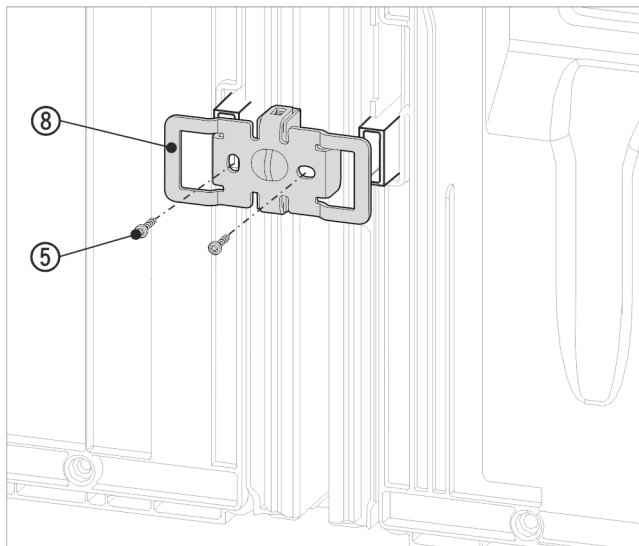

Fig. 18 Representación a modo de ejemplo
- Vuelva a deslizar la escuadra Fig. 18 (8) introduciendo las entalladuras en el alojamiento de los distanciadores de pared.
- Atorníllela firmemente con los 2 tornillos Fig. 18 (5).